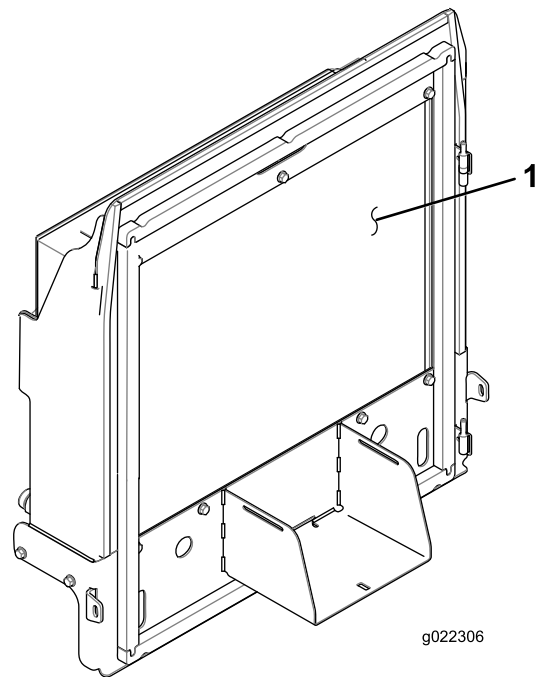

Bild 71
4. Reinigen Sie beide Seiten des Kühlers bzw. Ölkühlers (**Bild 71**) gründlich mit Druckluft.